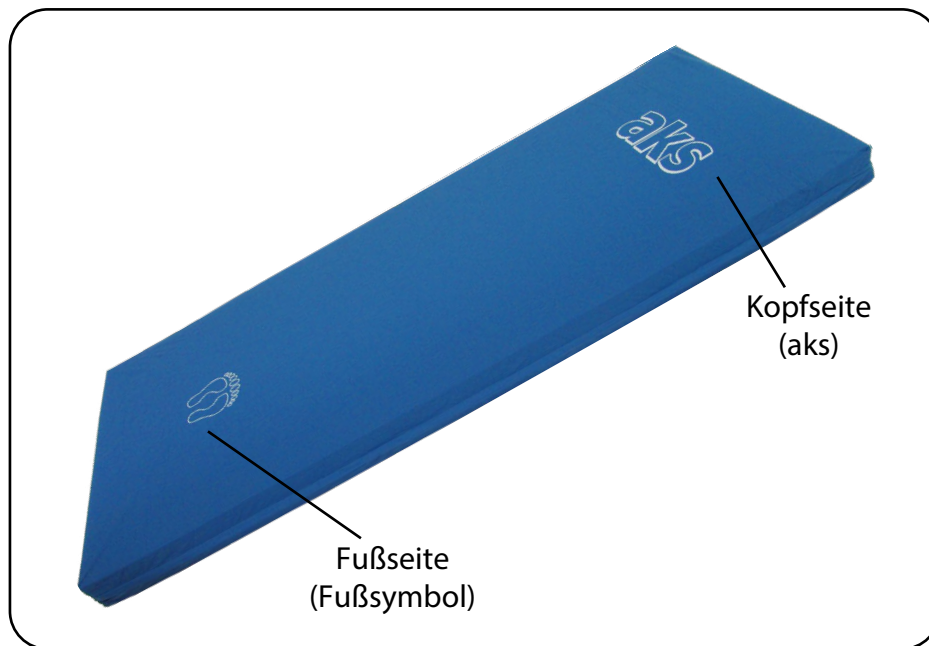

Abb. 6.01 - Matratze mit Matratzenhülle
7. Achten Sie darauf, dass der Aufdruck „aks“ und das Fußsymbol nach Oben zeigen. Der Aufdruck „aks“ ist an der Kopfseite des Bettes zu positionieren und das Fußsymbol an der Fußseite (Abb. 6.01).